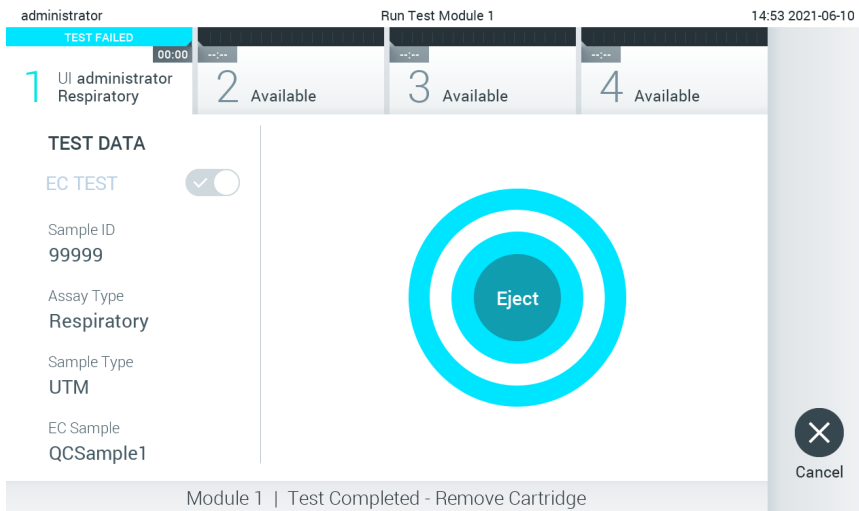

Bild 96. Skärmen Eject (Mata ut).
11. När testkörningen har slutförts kommer skärmen Eject (Mata ut) att visas (bild 96). Tryck på  Eject (Mata ut) på pekskärmen för att ta ut QIAstat-Dx-analyskassetten och bortskaffa den som farligt avfall i enlighet med alla nationella och lokala hälso- och säkerhetsföreskrifter och lagar.